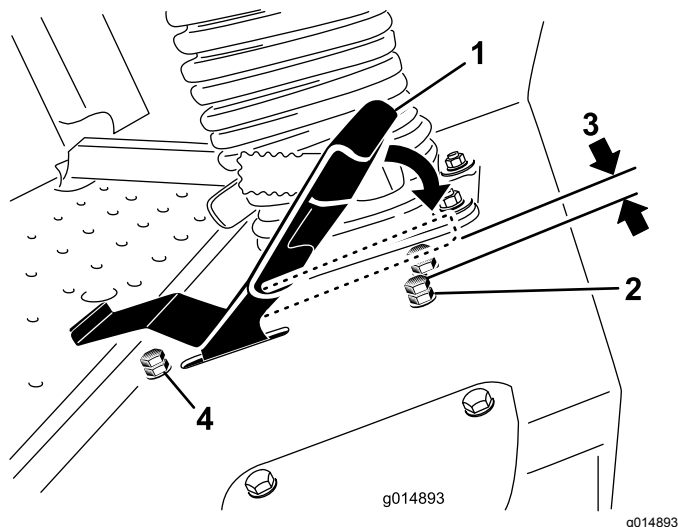

Figura 47
- Solte a porca de bloqueio no parafuso de paragem do pedal de tração (Figura 47).